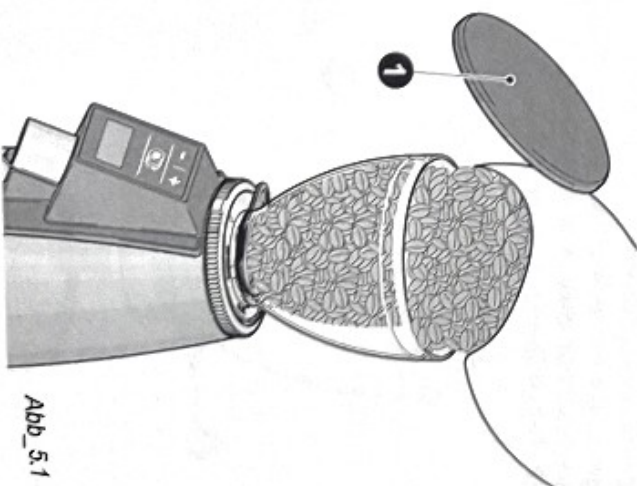

Abb. 5.1
- Den Deckel vom Bohnenbehälter nehmen (1 - Abb. 5.1) und die Kaffeebohnen einfüllen. Deckel wieder schließen.